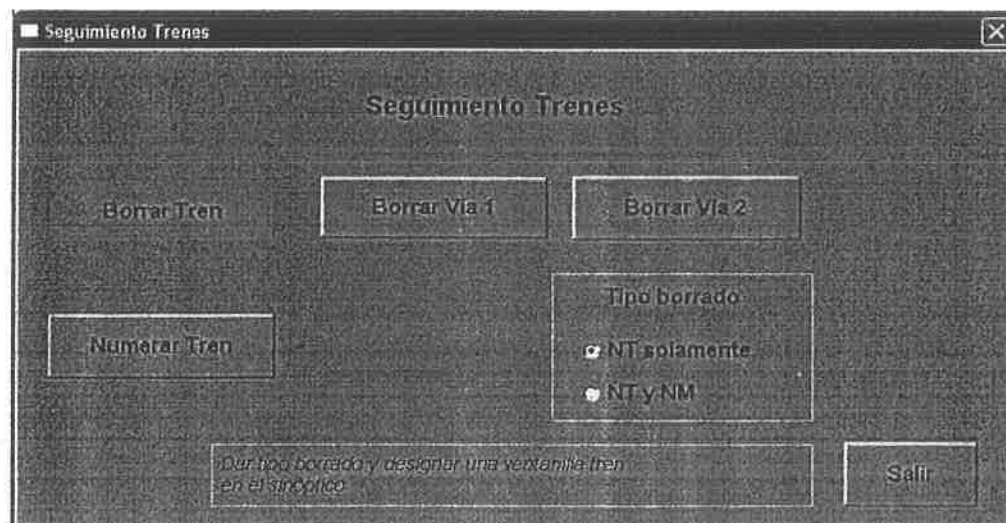

Fig. 13. Ventana " Seguimiento Trenes - Borrar "
• Elegir el tipo de borrado (Ver Fig 13)	Si se elige "NT solamente", el tren no se perderá por el seguimiento; continua con un número especial no visualizado en el TCO y visualizado como "***" en las imágenes sinóptico. Si se elige "NT y NM", el tren se perderá por el seguimiento.¹ La selección predeterminada es "NT solamente".